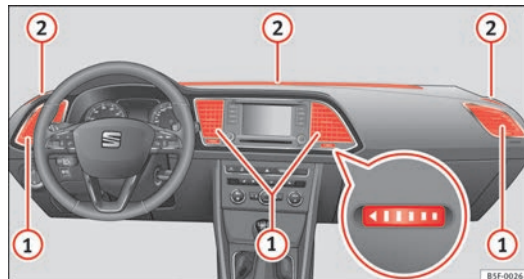

Abb. 88 In der Instrumententafel: Luftaustrittsdüsen.
Damit eine ausreichende Heizleistung, Kühlung und Luftzufuhr im Fahrzeuginnenraum erreicht wird, sollten die Luftaustrittsdüsen $\Rightarrow$ Abb. 88 ① geöffnet bleiben.